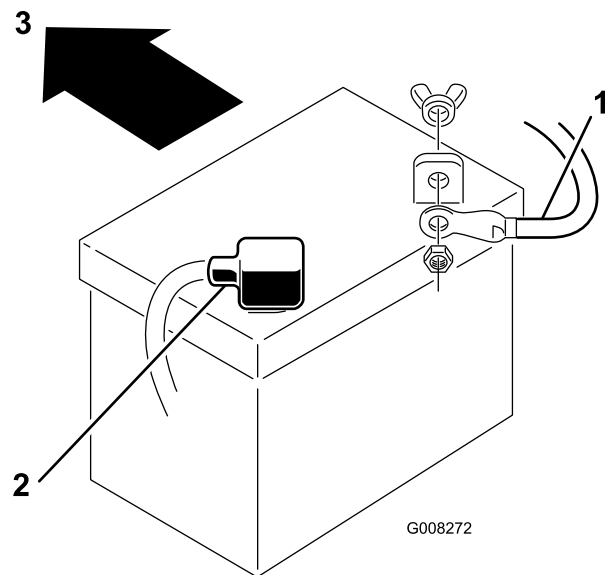

Figura 33
7. Desconecte el cable negativo de tierra (negro) del borne de la batería (Figura 33).
9. Desconecte el cable positivo (rojo) del borne de la batería (Figura 33).
1. Coloque la batería en el chasis con los bornes hacia la parte trasera de la máquina (Figura 33).
batería (Figura 33). Deslice la cubierta de goma sobre el borne de la batería.
4. Usando el perno y la tuerca de mariposa, conecte el cable negativo (negro) al borne negativo (–) de la batería (Figura 33). Deslice la cubierta de goma sobre el borne de la batería.